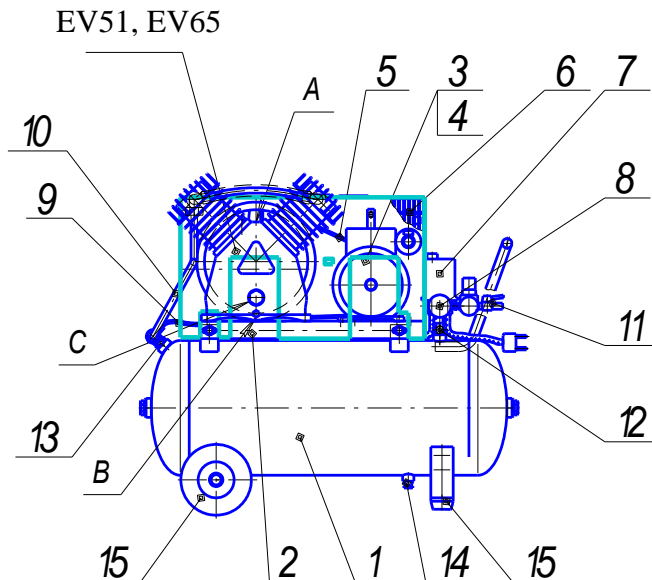

Рис. 1
2.5. Общий вид компрессора представлен на рис. 1, 2, 3, схема электрическая принципиальная - на рис. 4, 5.
**Примечание:** комплект колес и амортизаторов или комплект амортизаторов (поз. 15, см. рис. 1, 2, 3) и детали их крепления упакованы отдельно.
5.1. Компрессор (рис. 1, 2) состоит из следующих основных сборочных единиц и деталей: блока поршневого EV51 или EV65, ресивера 1, платформы 2, электродвигателя 3 со шкивом 4, клинового ремня 5, защитного ограждения 6, прессостата 7, манометра 8, воздухопровода сброса давления 9, нагнетательного воздухопровода 10, крана выпускного 11, клапана предохранительного 12, клапана обратного 13, крана слива конденсата 14, колес и амортизаторов 15.
Смазка трущихся поверхностей деталей блока поршневого осуществляется разбрызгиванием масла. Заливка масла в картер производится через отверстие в картере блока поршневого А (см. рис. 1, 2, 3), слив масла - через отверстие у основания картера, закрытое пробкой В. Уровень масла должен находиться в пределах красной метки смотрового стекла С.
Ресивер (воздухосборник) 1 (см. рис. 1, 2, 3) служит для сбора сжатого воздуха, устранения пульсации давления, отделения конденсата и масла. Ресивер является также корпусом, на котором смонтированы узлы и детали компрессора.